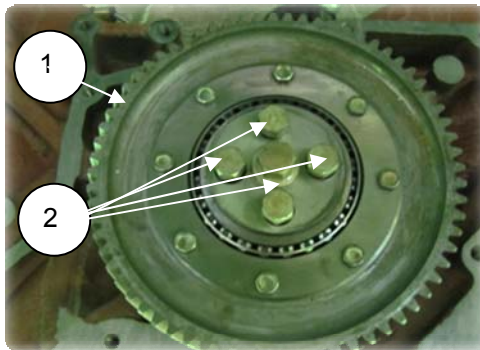

Рис. 2.65
1. Снять шестерню промежуточную с подшипником и осью (1) (850.1029100), отвернув 4 болта M12 (2) (S=17) (рис. 2.65).